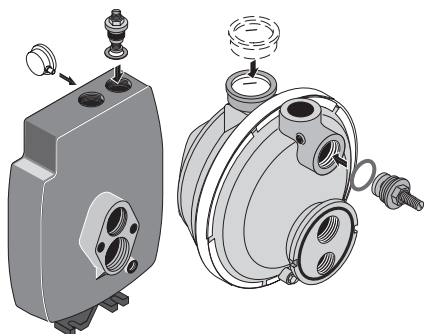

Figura 7 - Instale la Válvula de Control y el Medidor de Presión
1. Instale la válvula de control y el medidor de presión en el cuerpo de la bomba. Vea la Figura 7.